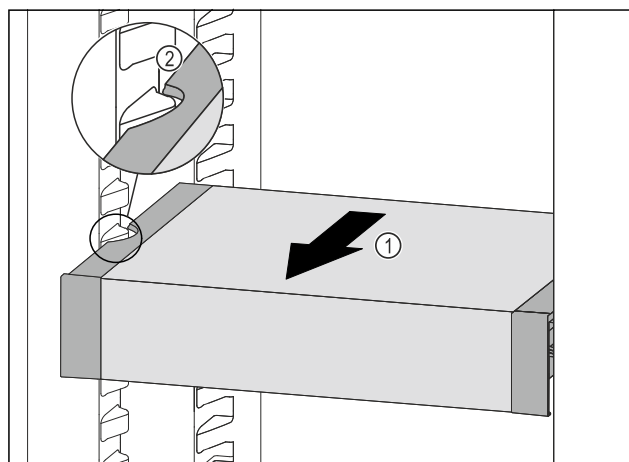

Fig. 188
- Táhněte VarioSafe dopředu Fig. 188 (1), dokud nebudou boční vybrání VarioSafe na úrovni žebrování na nádoby v chladničce. Fig. 188 (2)